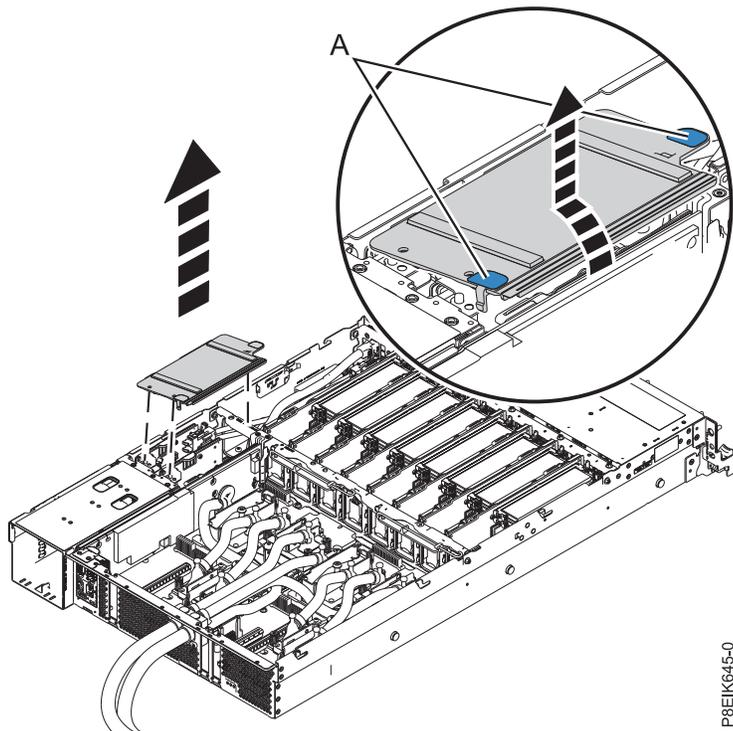

図 59. 電源ライザー・エア・バッフルの取り外し
2. 電源ライザー・エア・バッフルを取り外します。青色のタブ (A) を使用して、バッフルを外し、システムから持ち上げます。 図 59を参照してください。